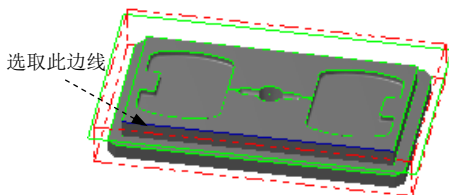

图 20.18 选取区域
Step2. 设置加工区域。在图形区中选取图 20.18 所示的边线，在“串连选项”对话框中单击“反向”按钮（效果如图 20.19 所示）。单击按钮，完成加工区域的设置，同时系统弹出“2D 刀具路径-外形铣削”对话框。